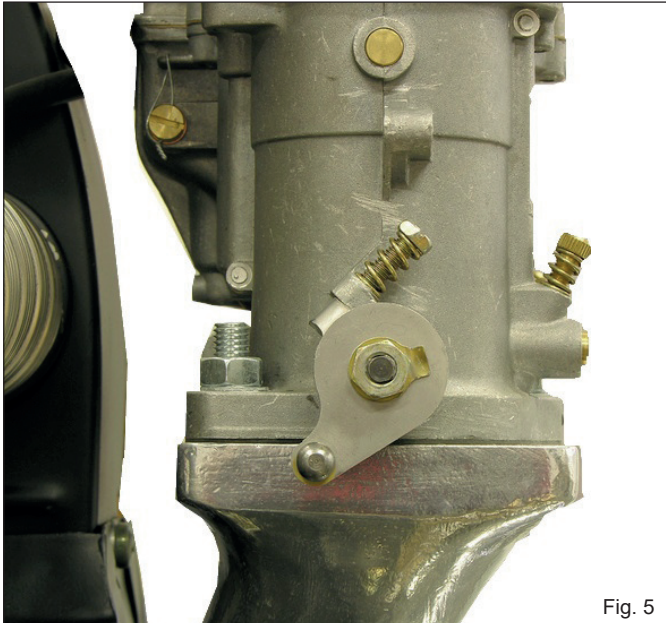

Fig. 5
- Setzen sie die Drosselklappenhebel so auf, dass sie in einem Winkel von 45° nach unten und zur Motormitte zeigen. (Fig.5)